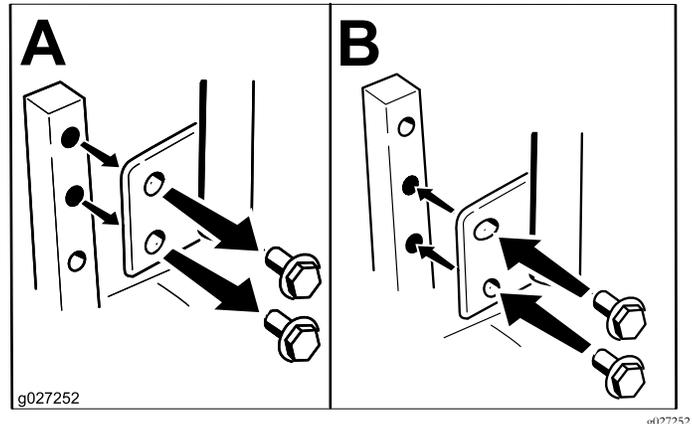

Figura 12
Puede ajustar las palancas de control de movimiento hacia arriba o hacia abajo para que su uso sea más cómodo (Figura 12).
- Afloje el perno inferior lo suficiente para poder desplazar hacia adelante o hacia atrás la palanca de control (Figura 12).